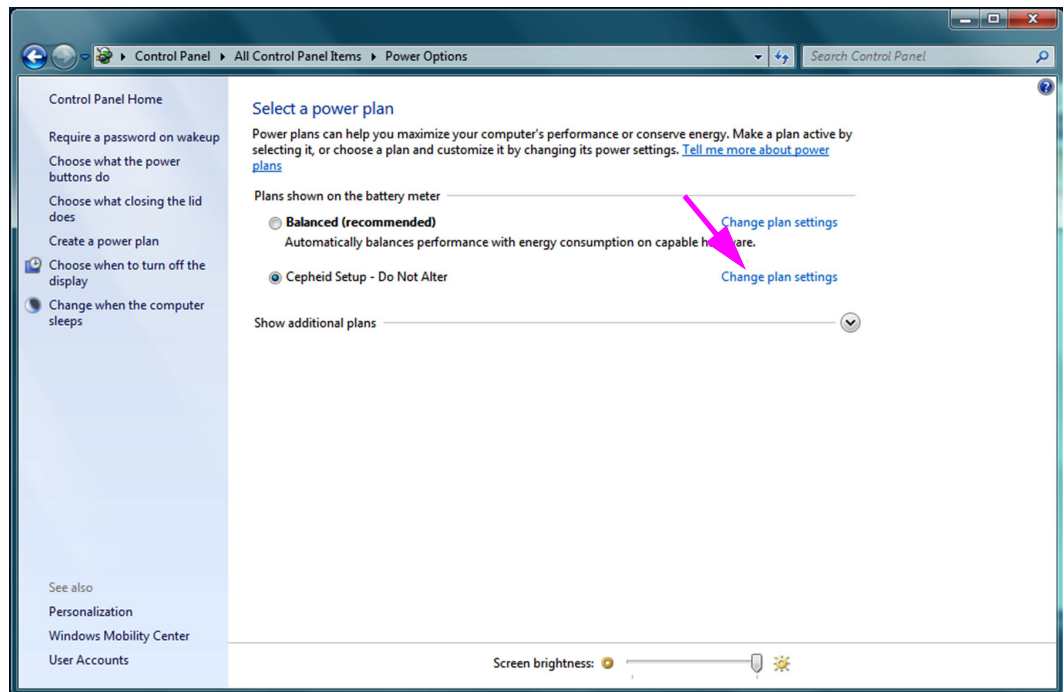
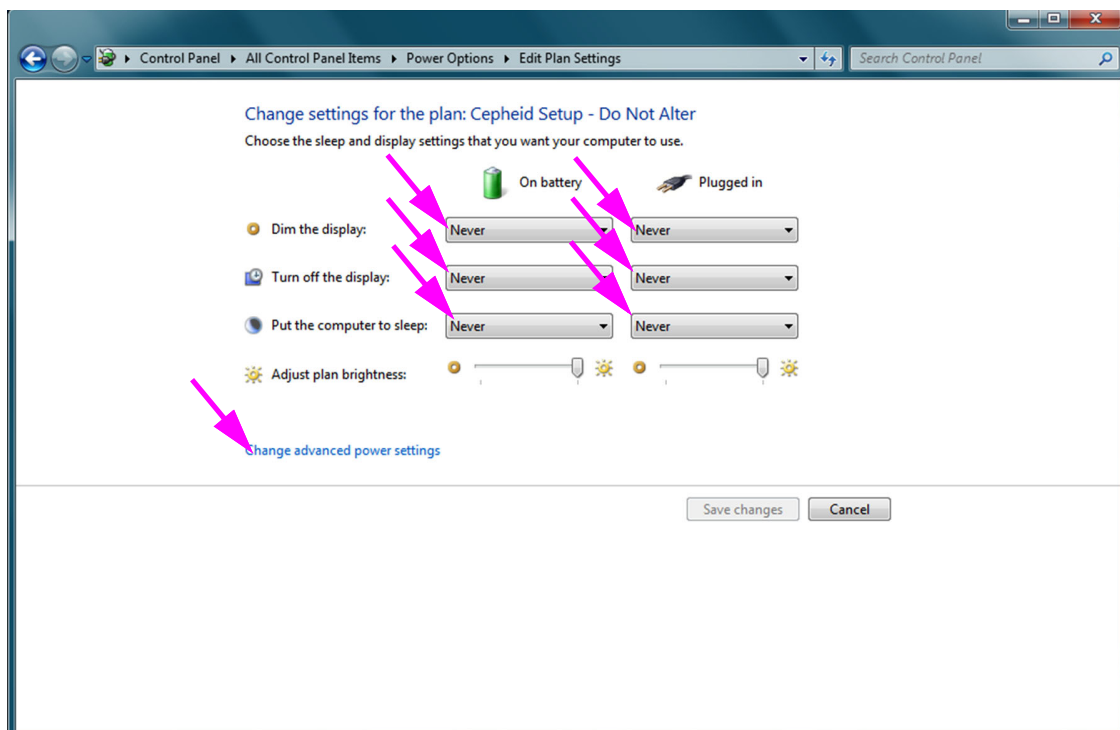
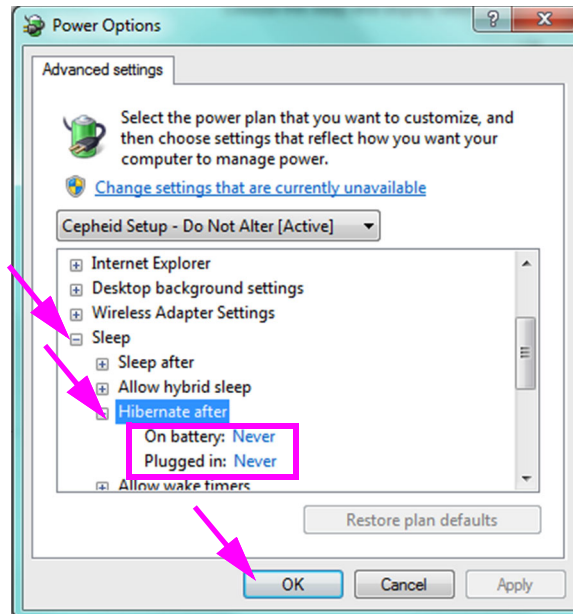
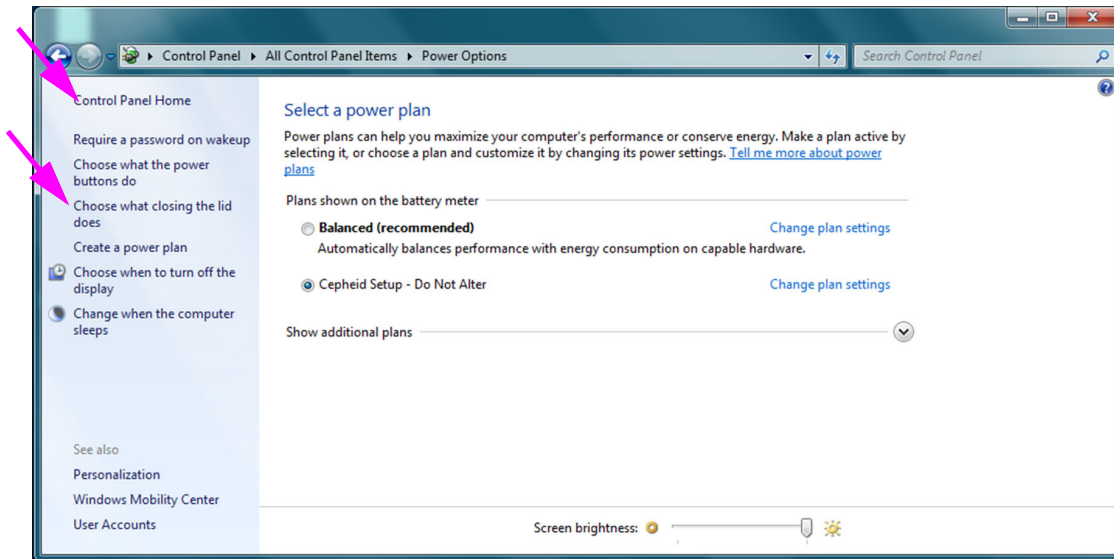

Figura 2-19. Fereastra Opțiuni de alimentare
Figura 2-20. Fereastra Editare setări de plan
Figura 2-21. Opțiuni de alimentare - fereastra Setări complexe
Figura 2-22. Fereastra Opțiuni de alimentare
- În secțiunea **Configurare Cepheid - nu modificați (Cepheid Setup - Do not alter)**, faceți clic pe **Modificare setări de plan (Change plan settings)**. Consultați Figura 2-19. Apare fereastra Editare setări de plan (Edit Plan Settings). Consultați Figura 2-20.
4. Asigurați-vă că funcțiile **Diminuați lumina afișajului (Dim the Display)**, **Opriti afișajul (Turn off the display)** și **Treceți computerul în modul inactiv (Put the computer to sleep)** sunt setate pe **Niciodată (Never)** pentru ambele opțiuni **Pe baterie (On battery)** și **Conectat la priză (Plugged in)**. Consultați Figura 2-20.
5. Faceți clic pe **Modificare setări de alimentare complexe (Change advanced power settings)** (consultați Figura 2-20). Apare fereastra Setări complexe pentru opțiunile de alimentare (Power Options Advanced Settings). Consultați Figura 2-21.
6. În fereastra Setări complexe pentru opțiunile de alimentare (Power Options Advanced Settings), faceți dublu clic pe **Repaus (Sleep)** pentru a extinde vizualizarea, apoi faceți dublu-clic pe **Hibernare după (Hibernate after)**. Consultați Figura 2-21.
- A. **Computere desktop:** Verificați dacă valoarea **Setare (Setting)** este setată pe zero (0) sau **Niciodată (Never)**. În caz contrar, modificați valoarea **Setare (Setting)** la zero (0) sau **Niciodată (Never)**.
- B. **Doar laptopuri:** Verificați dacă valorile **Pe baterie (On battery)** și **Conectat la priză (Plugged in)** sunt setate pe **Niciodată (Never)**. În caz contrar, faceți clic pe **Pe baterie (On battery)** și/sau **Conectat la priză (Plugged in)**, apoi utilizați tastele săgeată sus/jos pentru a seta valorile la zero (0) pentru opțiunea selectabilă.
8. Faceți clic pe **Anulare (Cancel)** pentru a închide fereastra Editare setări de plan (Edit Plan Settings). Apare fereastra Opțiuni de alimentare (Power Options) (consultați Figura 2-22).
10. **Doar laptopuri:** Faceți clic pe **Anulare (Cancel)** pentru a închide fereastra Editare setări de plan (Edit Plan Settings). Se afișează fereastra Opțiuni de alimentare (Power Options) (consultați Figura 2-19).